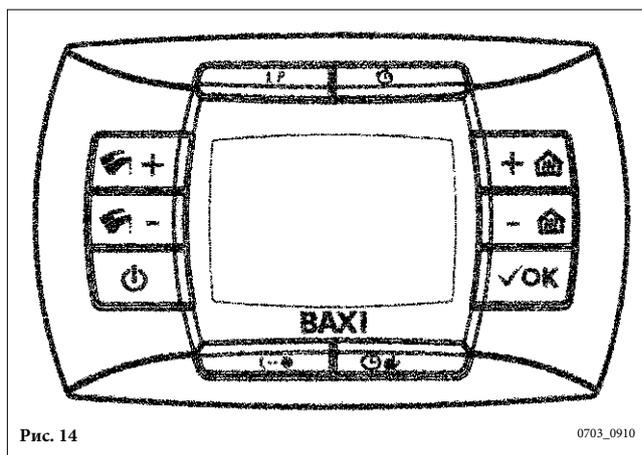

Рис. 14
Клемма 8-9-10: электропитание для зонального клапана (рис.14).
- нажать и держать нажатой кнопку  и затем нажать  (см. рис.14).